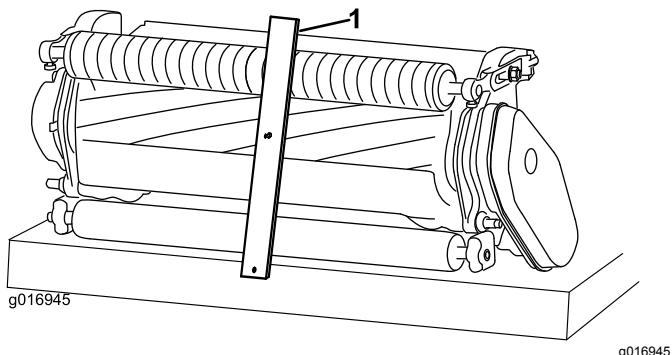

Bild 15
2. Haken Sie den Schraubenkopf der Schnitthöheneinstellungs-Messlehre auf der rechten Seite der Schnittkante des Untermessers ein, und stützen Sie das hintere Ende der Leiste auf der Heckrolle ab (Bild 15).